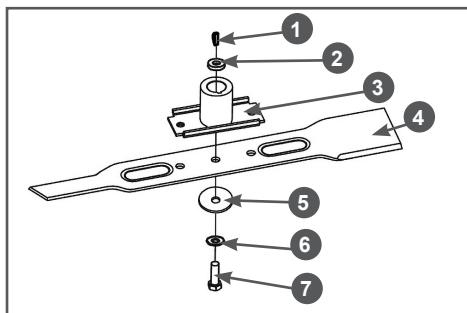

Рис. 28 Установка ножа
2. С помощью соответствующего инструмента открутите болт 7 крепления ножа и снимите нож (Рис. 28).
3. Снимите с вала двигателя адаптер 3 ножа и втулку 2 адаптера (Рис. 28).
- Убедитесь в том, что шпонка 1 адаптера на месте и не имеет повреждений (Рис. 28). Во избежание утери шпонки во время заточки ножа или других работ по обслуживанию газонокосилки извлеките шпонку из шпоночного паза и уберите в надёжное место.
- Установите все детали на место в порядке, обратном снятию. Схема установки показана на Рис. 28. 8. Зафиксируйте нож от проворачивания и надёжно затяните болт 7 крепления ножа (Рис. 28).